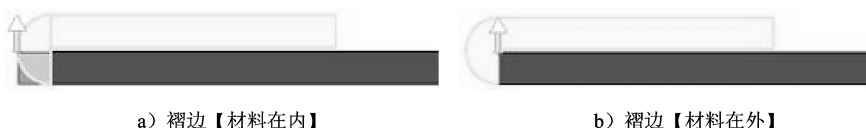

图 6-33 【材料在内】与【材料在外】
- **褶边位置**：确定褶边生成的起始位置，有两个不同的位置供选择：【材料在内】  和【材料在外】 。选择不同褶边位置的类型，生成的褶边特征也不一样，如图 6-33 所示。